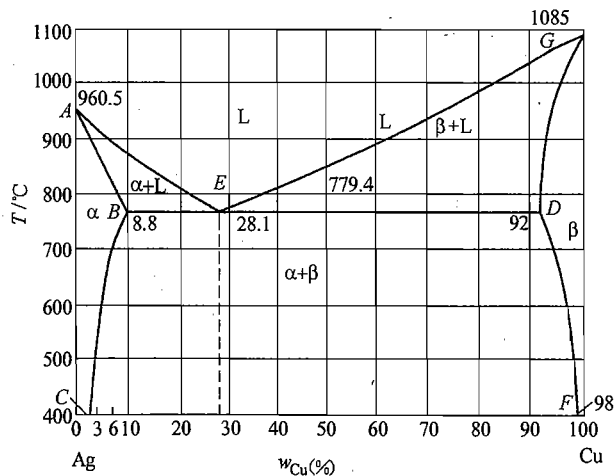

图 27-2 第三题第 2 小题图
2. Cu-Ag 合金相图如图 27-2 所示。若有一 Cu-Ag 合金 ($w_{\text{Cu}} = 0.075$, $w_{\text{Ag}} = 0.925$) 1kg, 请提出一种方案从该合金中提炼出 100g 的 Ag, 且要求提炼得到的 Ag 中的 Cu 含量 w_{Cu} 低于 0.02。(假设液相线和固相线均为直线)。